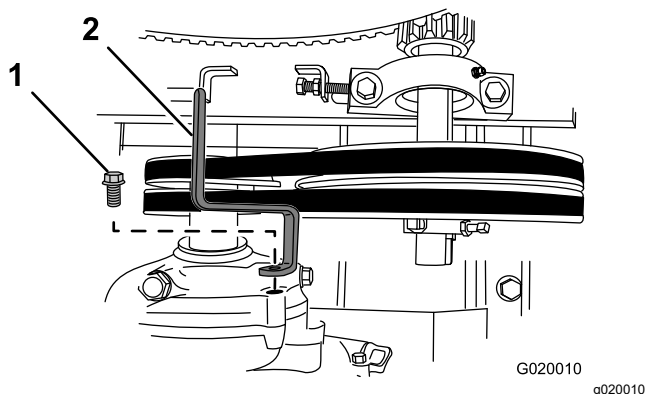

Figura 64
6. Retire el perno que sujeta la guía de las correas al motor, y retire la guía de las correas (Figura 64).
10. Sujete la guía de las correas provisionalmente al motor (Figura 64) con el perno que se retiró en el paso 6 de Sustitución de las correas \(página 45\).